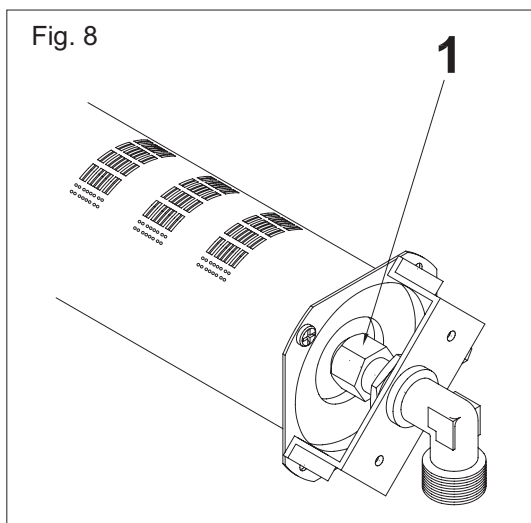

Fig. 8
- Chegar ao queimador e com uma chave adequada desapertar o bico 1 a substituir (Fig. 8).